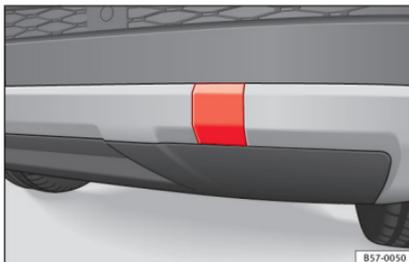

Abb. 97 Auf der rechten Seite des hinteren Stoßfängers: Abdeckung entfernen.
Die Abschleppöse wird in die hinter einer Abdeckung auf der rechten Seite des hinteren Stoßfängers befindliche Aufnahme eingeschraubt » **Abb. 97**. Die *serienmäßig mit einer Anhängervorrichtung* ausgestatteten Fahrzeuge verfügen **nicht** über eine Aufnahme für
- Drücken Sie auf den oberen Bereich der Abdeckung » **Abb. 97** in Pfeilrichtung, um die Abdeckung zu lösen.